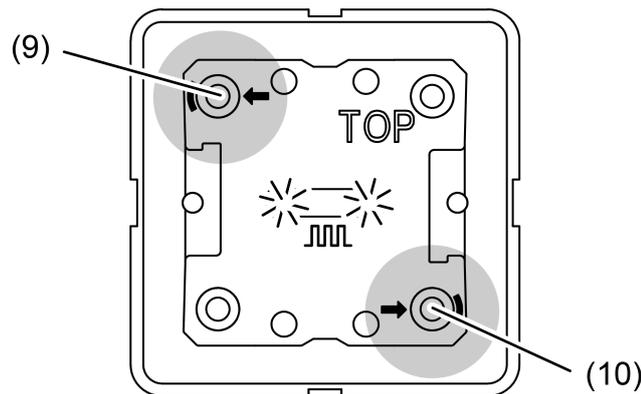

Bild 6: Tasten zur Aktivierung des Programmiermodus
- Programmiermodus aktivieren: Taste oben links (9) drücken und halten. Anschließend Taste unten rechts (10) drücken (Bild 6). Die Status-LED blinken schnell (ca. 8 Hz). Programmiermodus ist aktiviert.
- Taste oben links und Taste unten rechts (Bild 6) drücken und halten.
- Taste oben links und Taste unten rechts (Bild 6) drücken und für > 5 Sekunden halten.